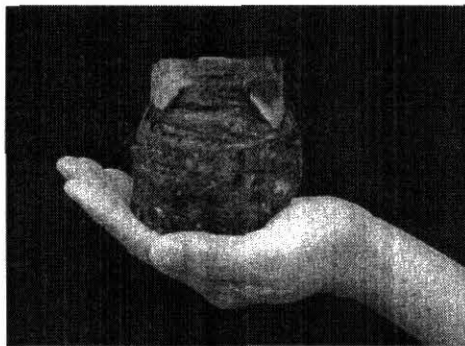

Figura 22. Cormo
9. Cuando sea momento de sembrar, saque del invernadero el número de cepas que requiera y llévelas hasta el lugar donde piensa sembrar y plántelas nuevamente. (Véase figura 22)